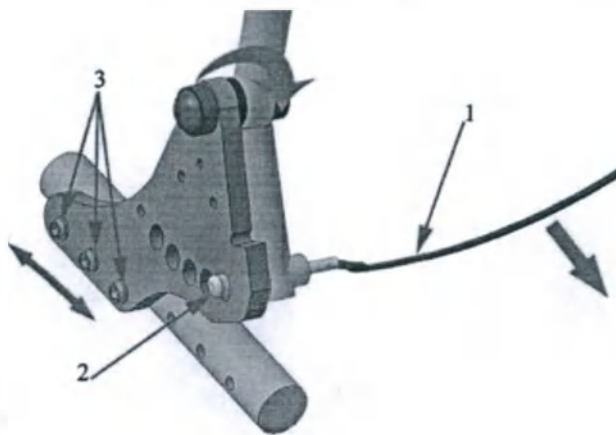

Рис.1.5
5.4.2 Коляска оснащена регулируемой по углу наклона и глубине спинкой. Для регулировки спинки по углу наклона необходимо потянуть за тросик (поз.1, рис.1.5) находящийся сзади коляски и, не отпуская его отрегулировать спинку на необходимый угол наклона, затем отпустить тросик. Для безопасности пользования проверьте, чтобы фиксатор (поз.2, рис.1.5) выглядывал из отверстия. Для регулировки спинки по глубине установки открутите болты (поз.3, рис.1.5) отрегулируйте спинку на необходимую глубину, закрутите болты.